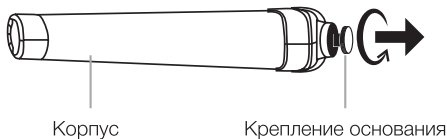

Рис. 4. Схема сборки прибора (1)
1. Необходимо снять крепление основания, открутить его как это показано на рис. 4.